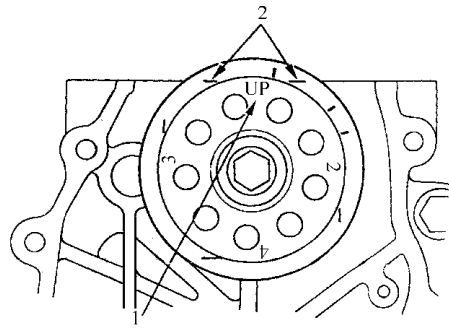

图 2-79 凸轮轴链轮上的 UP 标记
2) 将 1 号活塞置于上止点位。如图 2-79 所示，凸轮轴链轮上的“UP”标记(1)应当位于上部，而凸轮轴链轮的上止点槽应当与缸盖上边缘对齐。